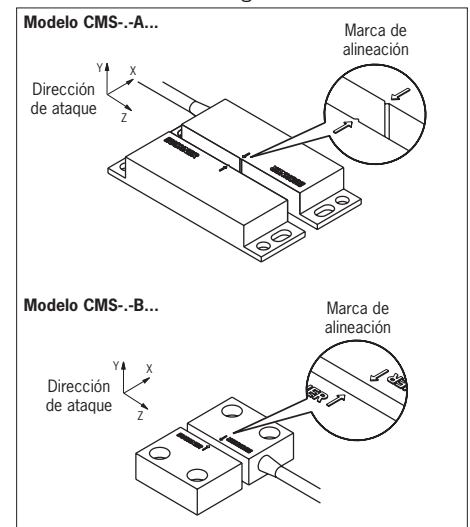

Fig. 1: Alineación de la cabeza de lectura y el actuador
La cabeza de lectura y el actuador pueden montarse en cualquier posición. Asegúrese de que ambos estén alineados (véase Fig. 1).
- Sus superficies activas estén completamente enfrentadas cuando el resguardo esté cerrado (véase Fig. 1).
- Si la velocidad de ataque entre la cabeza de lectura y el actuador es reducida, se recomienda evitar la dirección de ataque **Z** (véase Fig. 1).